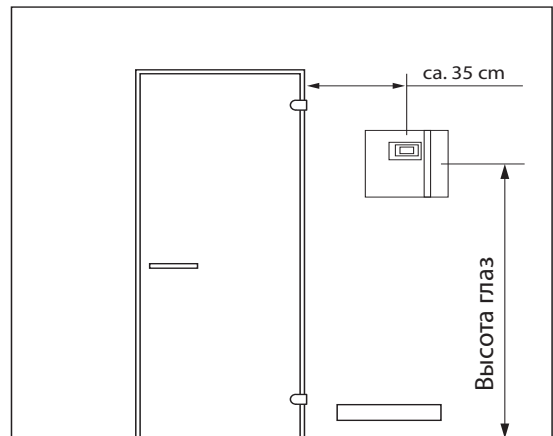

Рис. 3
1. Отверстия \varnothing 3 мм для входящих в объем поставки шурупов 4 x 20 мм размещаются соответственно указанным на рис. 3 + 3.1 размерам.